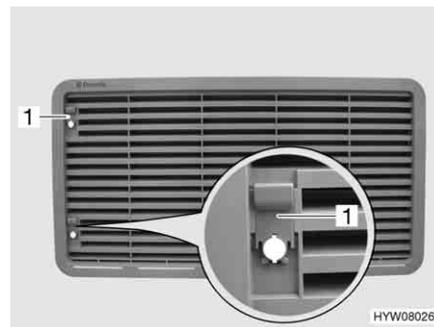

Bild 133 Kühlschrank-Lüftungsgitter
- Schieber (Bild 133,1) nach oben schieben.